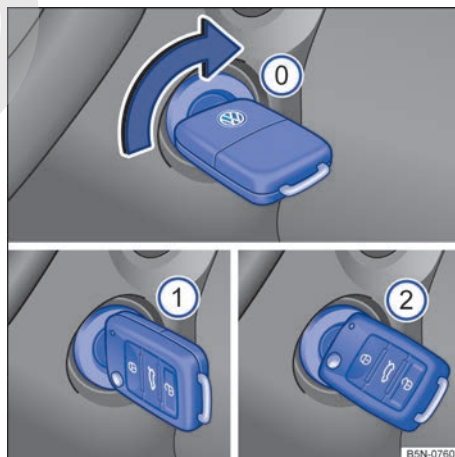

Fig. 98 Al lado del volante de la dirección, a la derecha: posiciones de la llave del vehículo en la cerradura de encendido.
Posiciones de la llave del vehículo → fig. 98
5.	Girar la llave del vehículo en la cerradura de encendido a la posición → fig. 98 ①.